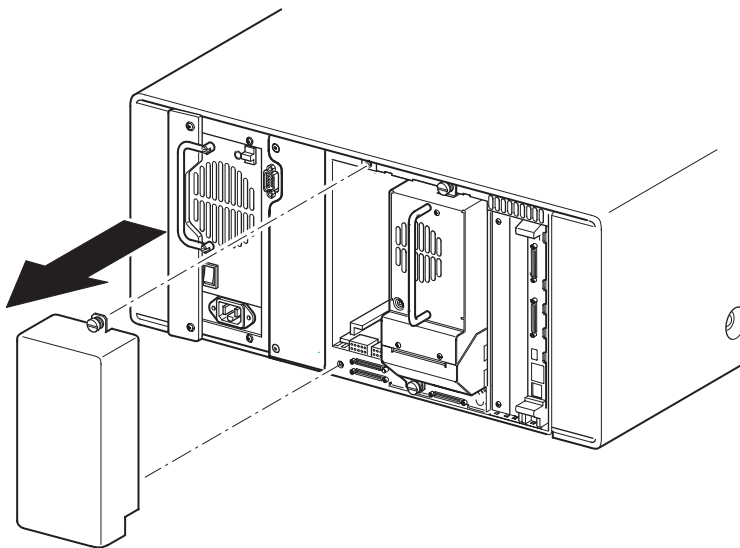

Figura D-1. Extracción del panel de protección de la bandeja de montaje de una unidad de cinta
2. Quite el panel de protección que cubre la bandeja de montaje de la unidad de cinta que se desea instalar (consulte la Figura D-1). Guarde el panel de protección para usos posteriores.